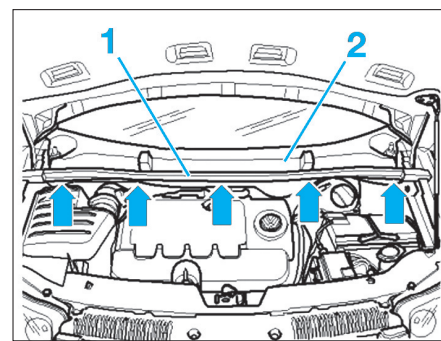
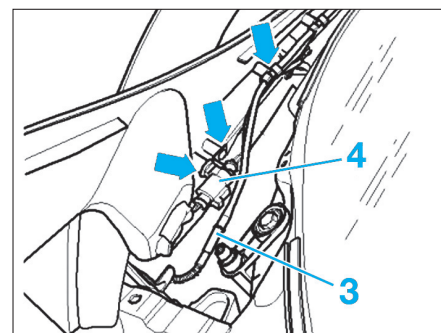

Fig. 40
Fig. 41
- Déposer le joint d'étanchéité (1) sur toute la longueur (Fig.40).
- Soulever le cache du caisson d'eau (2) aux bords du pare-brise.
- Séparer les pièces de raccordement du raccord de flexible (3) (Fig.41).